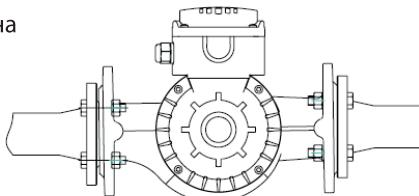

рис.2
**B.** Температура окружающей среды должна быть ниже температуры жидкости (рис.2)